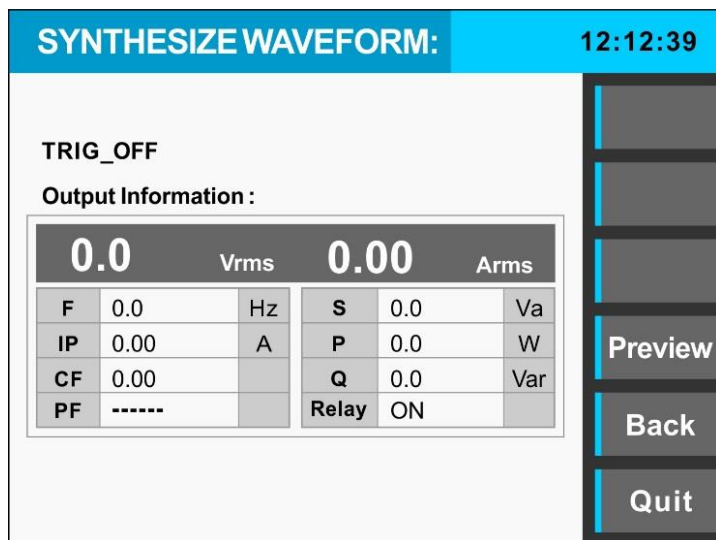
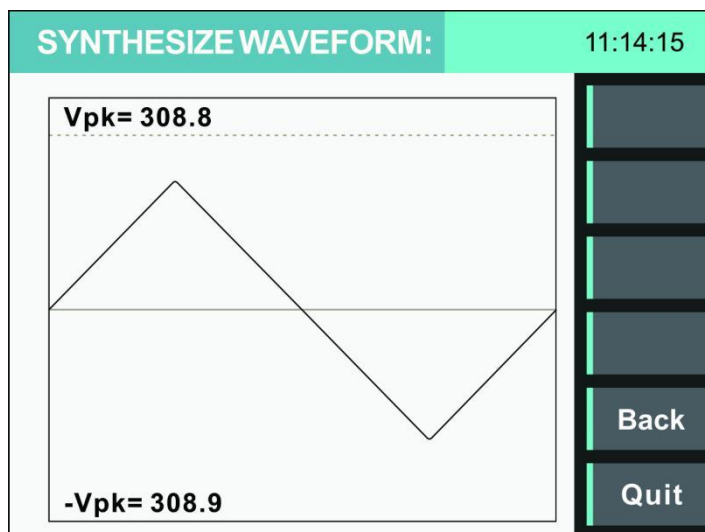

图3-21 谐波合成模式下输出界面
图3-22 谐波合成模式下预览界面
- 4) 参数编辑完成后，通过按下“Execute”功能键将执行谐波合成功能，页面将跳转到图3-21所示，为确保所编辑波形的正确性，可通过“Preview”功能键预览所编辑的波形，如图3-22所示。
- 5) 通过步骤4)中的预览功能确认波形编辑无误后，按下“Back”功能键返回到图3-21所示界面，按下  键使设备输出所合成的波形。注意， 按键只有在该界面下才被激活。